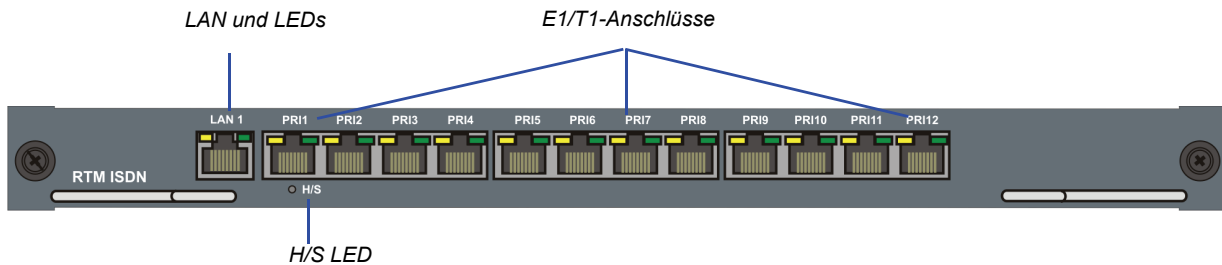

Abbildung 1-3 Layout der RMX 2000 RTM ISDN-Rückplatte
- 7 E1- oder 9 T1 PRI-Leitungen, die auf einen beliebigen der 12 Anschlüsse gesteckt werden können, wie in Abbildung 1-3 gezeigt